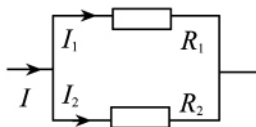

图 1-2-8
(2) 规律:
①电压规律 各支路电压相等(基本) $U = U_1 = U_2 = U_3 = \dots$ ②电流规律 a. 总电流等于各支路电流之和(基本) $I = \sum I_i$ b. 各支路电流与之电阻成反比 $I_i \propto \frac{1}{R_i}$
c. 分流公式:(两电阻的并联)如图 1-2-8 所示。